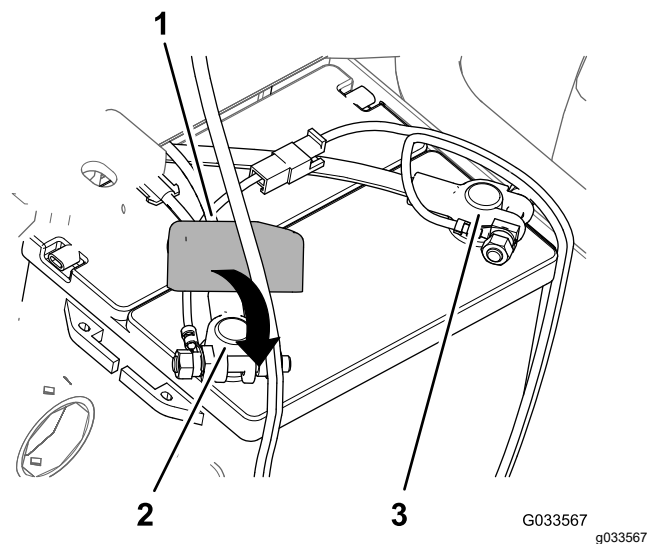

Figure 32
8. Placez le câble positif de la batterie sur la borne **positive** de la batterie et vissez l'écrou de serrage à la main (Figure 32).